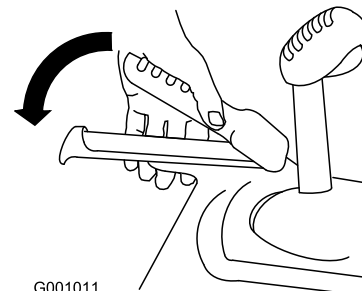

Bild 19
3. Drücken Sie den linken Griff (Fahrtrieb) zum Handgriff (Bild 19).
6. Drücken Sie den linken Griff (Fahrtrieb) zum Handgriff (Bild 19).